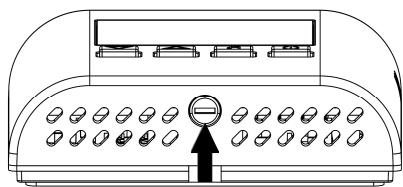

Fig. 2
- Empujar, con la ayuda de un destornillador, la lengüeta plástica situada en la rejilla ubicada en el lado izquierdo, hasta levantar levemente la tapa (Fig. 2).